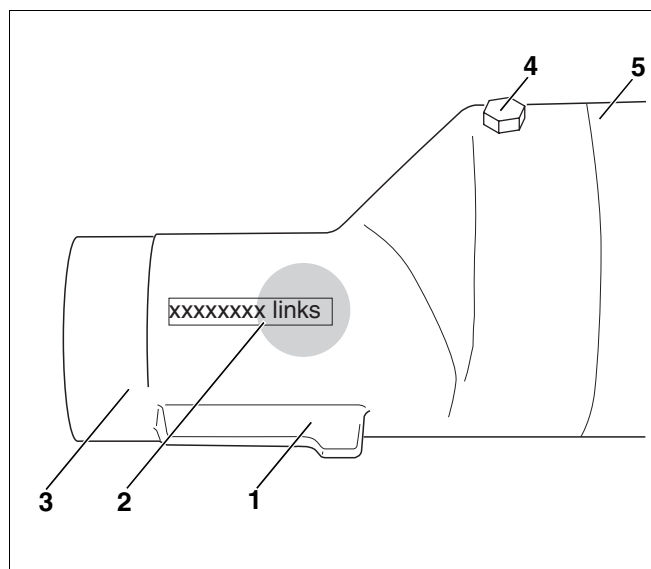

Рис. 24 Соединительная часть подпиточной трубы, левая
из-за неправильной установки соединительной части подпиточной трубы (рис. 24).
- Проверьте наличие уплотнений (рис. 24, **поз. 3**) соединительной части подпиточной трубы.
- Следите за тем, чтобы левая соединительная часть (маркировка "links"-"левая" рис. 24, **поз. 2**) была установлена в верхнюю ступицу левого котлового блока, а правая (маркировка "rechts"-"правая") - в верхнюю ступицу правого котлового блока.
- Надеть соединительную часть подпиточной трубы (рис. 24) на среднюю часть (рис. 24, **поз. 5**) и закрепить болтом М5 х 16 (рис. 24, **поз. 4**).